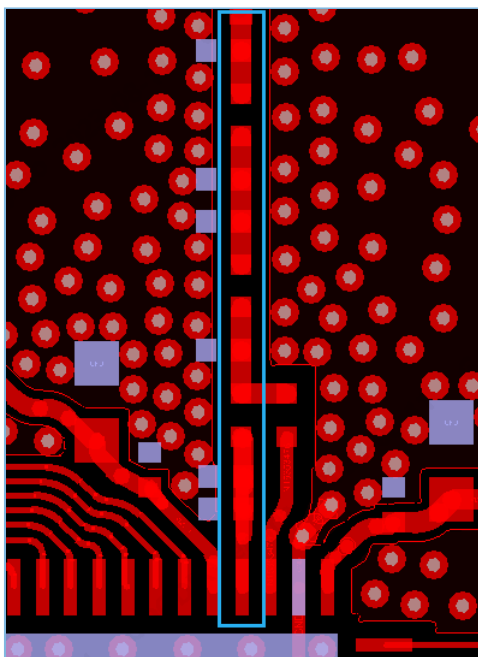

图 3-20 射频端口PCB布局
- RF匹配器件的布局应优先保证与RF_TX引脚在一条直线上，并严格遵从匹配器件顺序依次布局，如图3-20所示（蓝色框标注部分）。
- 如图 3-20所示，在RF端口区域，VBAT_RF/VDD_RF以及RF_TRX 网络走线的下方不能有任何走线，需保持完整的参考地平面，有助于减小辐射。